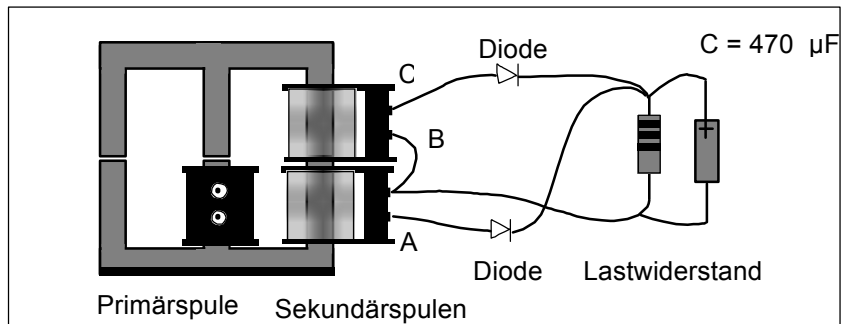

Abb. 7
15. Als Ergebnis erhalten wir ein vollwellen-gleichgerichtetes Signal, eine pulsierende Gleichspannung. Wir ergänzen die Schaltung wieder um einen Kondensator von 470 μF (Abb. 7).